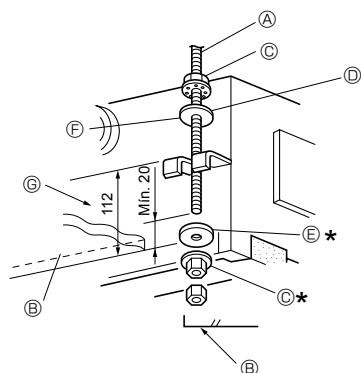

Fig. 2-7
1. Enrosque primeiro as anilhas ① ② (fornecidas) e as suas porcas (obtidas localmente) no parafuso de suspensão. (Fig. 2-7)
- \* Faça isto pela seguinte ordem (a partir do topo): porca, anilha isolada ②, anilha sem isolamento ①, 2 porcas.
- \* Posicione a anilha isolada ② com a superfície isolada a apontar para baixo, como na figura.
2. Eleve a unidade para o lugar, correctamente alinhada com o parafuso de suspensão. Passe o suporte entre as anilhas ① e ②, que já estão no lugar, e fixe-o. Faça o mesmo para os outros quatro lados.
- (A) Parafuso de suspensão (3/8" ou M10) (E) Anilha ①